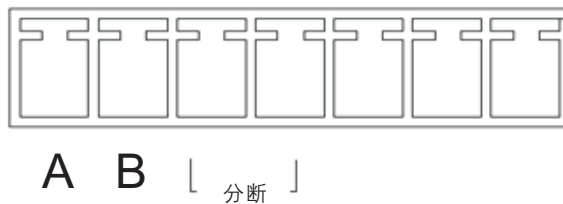

图17
- 外部接线端子：1/2脚为485通讯B/A，3、4脚为外部远动分断，短接3、4脚则断路器跳闸。(此功能需要在功能设置选项里开启【远动分断】选项)，7脚为工作电压N线接入。外接端子如下图17所示